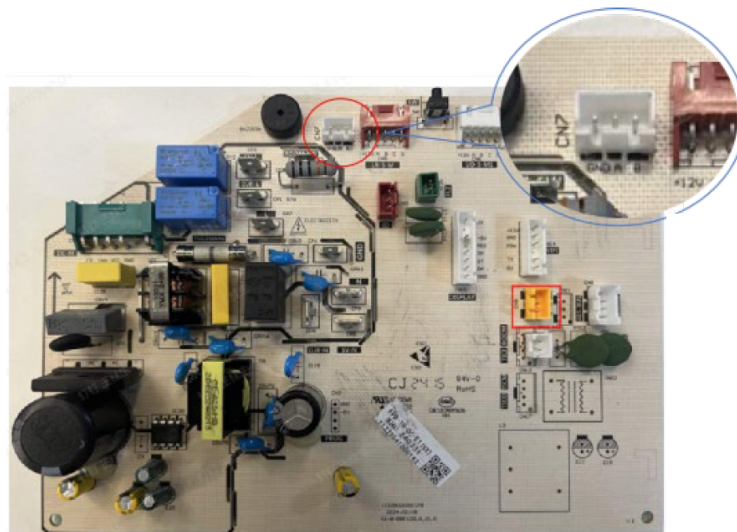

Рис.14
- Место расположения контакта CN7 на плате управления для подключения элементов централизованного управления (рис.14)